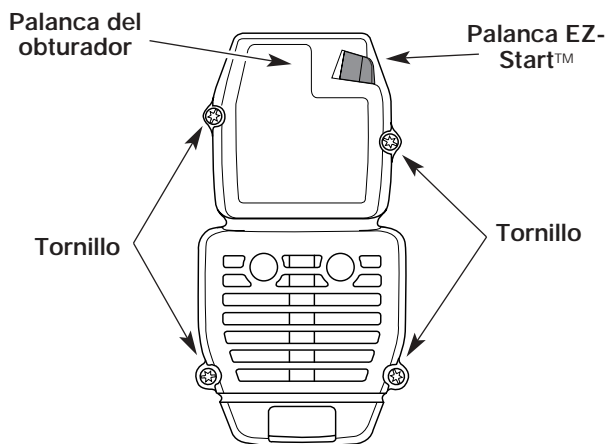

Fig. 33
1. Saque los cuatro (4) tornillos que sostienen la cubierta del silenciador / filtro de aire (Fig. 33). Use un destornillador de vástago plano o de broca Torx N° T20.
2. Inserte los cuatro (4) tornillos en los orificios de la cubierta del silenciador / filtro de aire (Fig. 33) y ajústelos. **No los ajuste demasiado.**